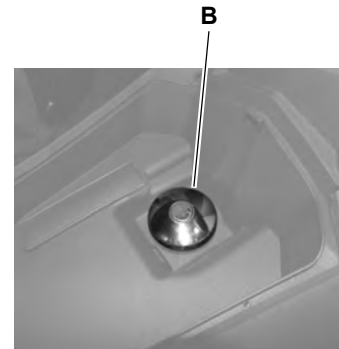

Fig. 8
- Introduire la clé de contact, dévisser le bouchon (B - Fig. 8) et remplir le réservoir.